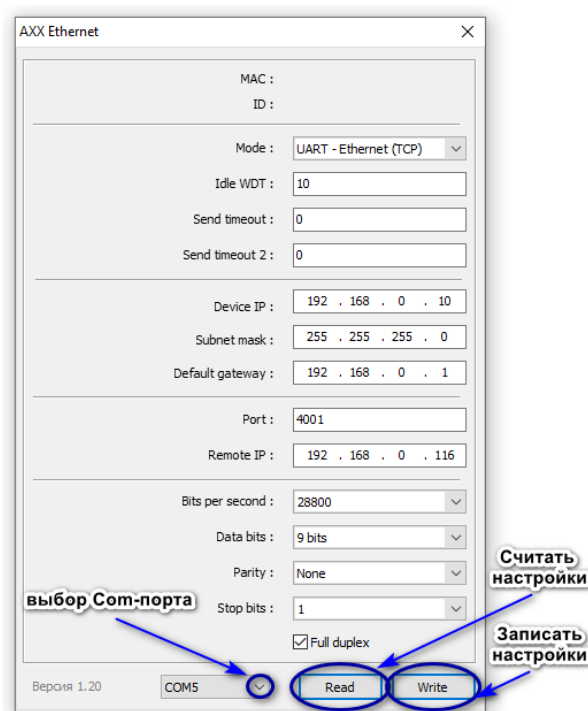

Рис. 107. Главное меню модуля согласования ИС-ЕТН/485
- запустить ПО на ПЭВМ, дважды кликнув на значок исполняемого файла «IEP.exe». При запуске программы развернется окно «Главного меню» (Рис. 107)